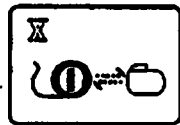

Figura 2.4 Pantalla Recargador en espera.
- a. Aparecerá la pantalla **Recargador en espera** en el recargador (Figura 2.4). La pantalla **Recargador en espera** indica que el neuroestimulador y el recargador están intentando comunicarse.